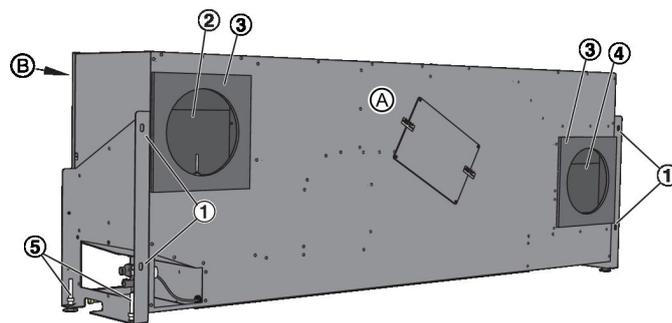

Abb. 9: Geräteaufstellung
1. ▶ Lüftungsgerät mit der Fassadenseite (Abb. 9/A) an die Fassade stellen. Die Luftöffnungen (Abb. 9/2 und Abb. 9/4) müssen dabei mit den Öffnungen in der Fassade übereinstimmen, ggf. mit Justierfüßen justieren.
2. ▶ Das Lüftungsgerät mit geeigneten Schrauben (∅ 6 mm) an den Befestigungslöchern (Abb. 9/1) und mit der Fassade verschrauben.
3. ▶ Justierfüße (Abb. 9/5) justieren und kontern.
5. ▶ Lüftungsgerät mit der optionalen Geräteverkleidung oder durch kundenseitige Verkleidung schützen. Dazu die Geräteverkleidung an den beiden Befestigungswinkeln (Abb. 9/6) anbringen.